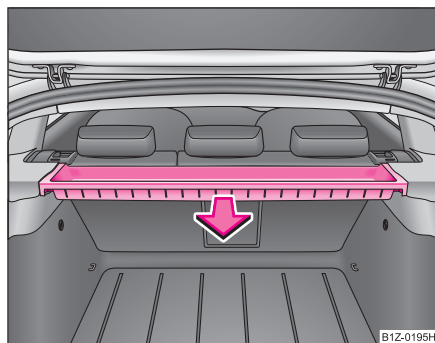

Fig. 115 Desmontaje del compartimento guardaobjetos
- Asa el compartimento con ambas manos y sáquelo tirando de él en el sentido de la flecha ⇒ fig. 115.